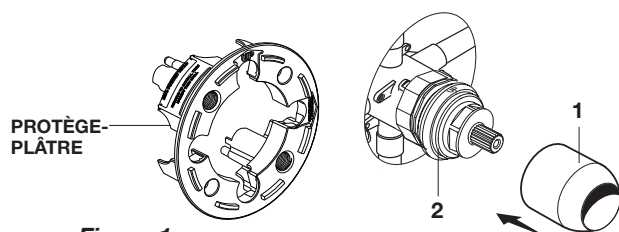

Figure 1.
• **Figure 1.** Retirez le protège-plâtre de la valve. Enfoncez le CAPUCHON (1) sur la CARTOUCHE (2) jusqu'à ce qu'il soit bien assis contre l'arrêt.